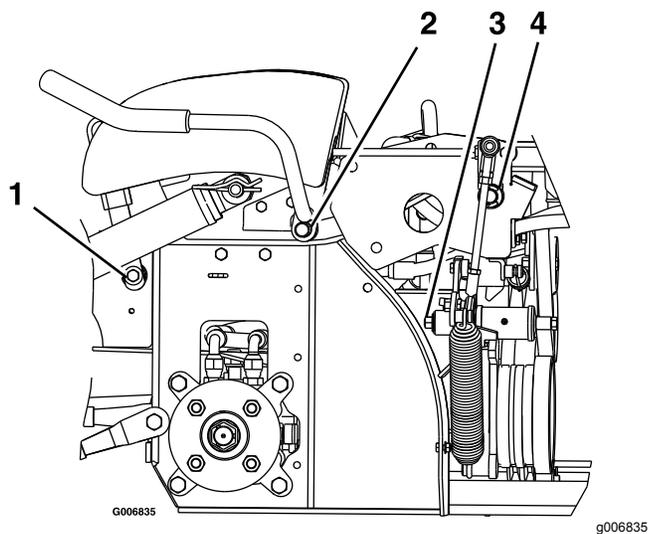

Figura 33
3. Lubrificate le boccole in bronzo sul perno di articolazione della maniglia del freno con un lubrificante spray o con olio leggero (Figura 33).